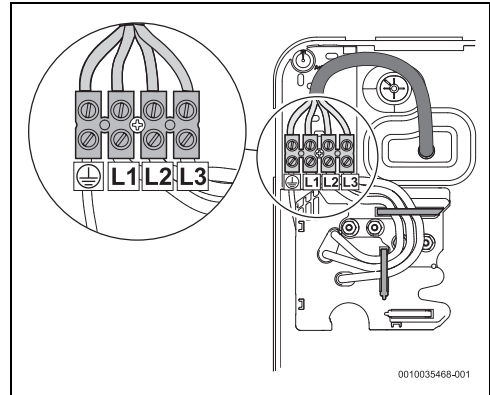

Fig. 95 Raccord supérieur
- Raccordement supérieur (fig. 95)